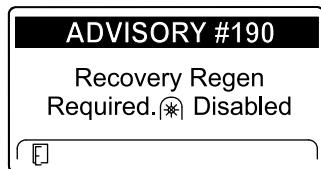

Figura 61
- É necessária uma regeneração de recuperação – tomada de força desativada Aviso N.º 190 (Figura 61)